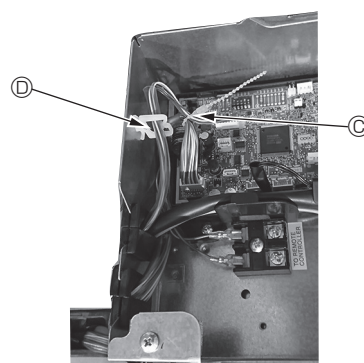

Fig. 10-14
- Nadmiar przewodów łączących Czujnika i-see i odbiornika sygnału w skrzynce elementów elektrycznych należy zamocować w zacisku przewodu w sposób pokazany na schemacie, a następnie zamocować przewody razem za pomocą mocowania. (Fig. 10-14)